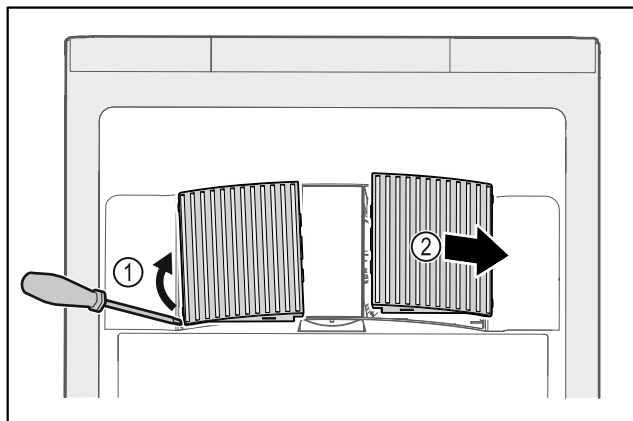

Fig. 201
- ▶ Осторожно подденьте крышки вентилятора сбоку Fig. 201 (1) и снимите их движением вперед Fig. 201 (2).